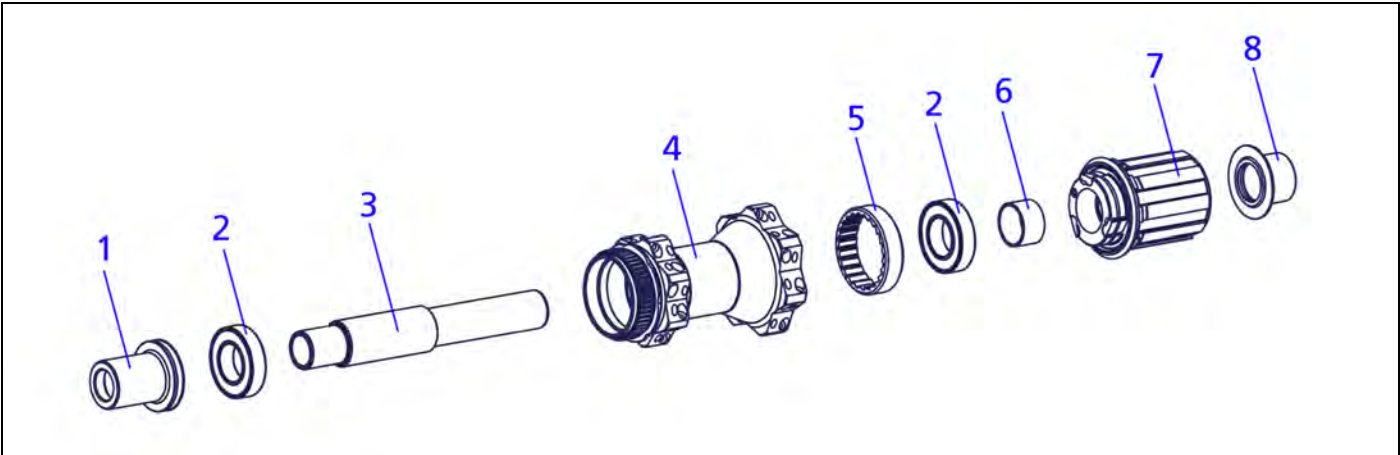

Abbildung 3-4: Übersicht Three Pawl System
1. Rechten Endanschlag (<Querverweis Abbildung>Abb.3-4/8) in einen Schraubstock einspannen.
2. Laufrad bzw. Nabe nach oben abziehen. Darauf achten, dass der Rotor (<Querverweis Abbildung>Abb.3-4/7) beim abziehen nicht abfällt.
3. Linken Endanschlag (<Querverweis Abbildung>Abb.3-4/1) in einen Schraubstock einspannen.
5. Rotor (<Querverweis Abbildung>Abb.3-4/7) von der Nabe abziehen.
6. Hülse (<Querverweis Abbildung>Abb.3-4/6) von der Achse abziehen.
- 2.** Rotor (<Querverweis Abbildung>Abb.3-4/7) und Rotordichtung leicht fetten.
2. Hülse (<Querverweis Abbildung>Abb.3-4/6) auf die Achse schieben.
3. Rotor (<Querverweis Abbildung>Abb.3-4/7) mit einer leichten Drehbewegung auf die Nabe aufstecken.
5. Freiliegende Nabenseiten und Innenseite beider Endansschläge (<Querverweis Abbildung>Abb.3-4/1, 8) fetten.
6. Beide Endansschläge (<Querverweis Abbildung>Abb.3-4/1, 8) aufstecken und von Hand eindrücken.